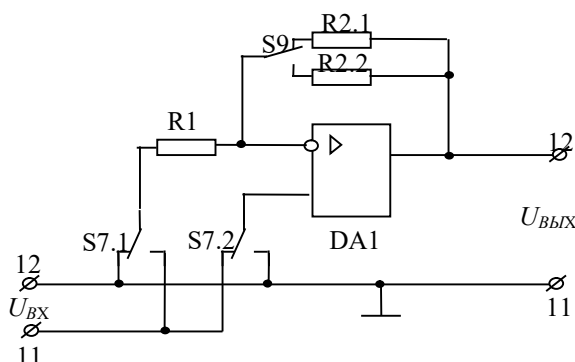

Рис.1.3.
Исследования усилителей проводится на универсальном стенде. На рабочей поверхности стенда устанавливается соответствующая карта и плата с исследуемыми схемами усилителей. Принципиальная схема исследуемых усилителей приведена на рис. 1.3.
2. Принципиальную схему исследуемых усилителей, приведенной на рис. 1.3.